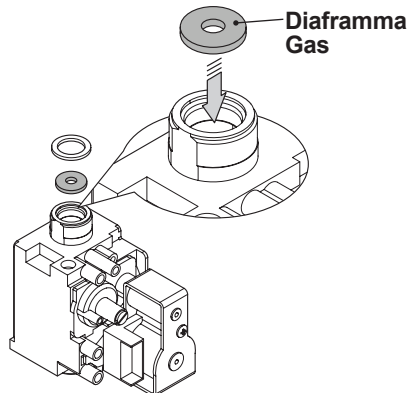

Figura 8.2
- Eseguire la trasformazione del tipo di gas sostituendo correttamente il diaframma gas (Figura 8.2), facendo riferimento alla sezione "Dati tecnici" pag. 28 (modello M263V.2025 SM/..) e pag. 32 (modello M263V.3035 SM/..).